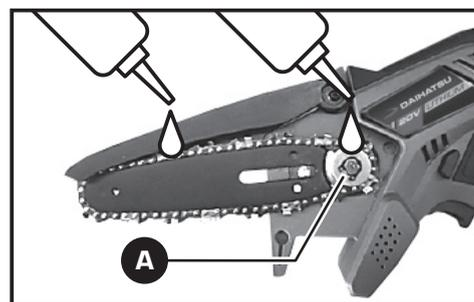

Figura 14
1. Quite la tapa del piñón, lubrique la cadena y el piñón **(A)** **(Figura 14)**. **2.** Vuelva a colocar la tapa y asegúrela firmemente.